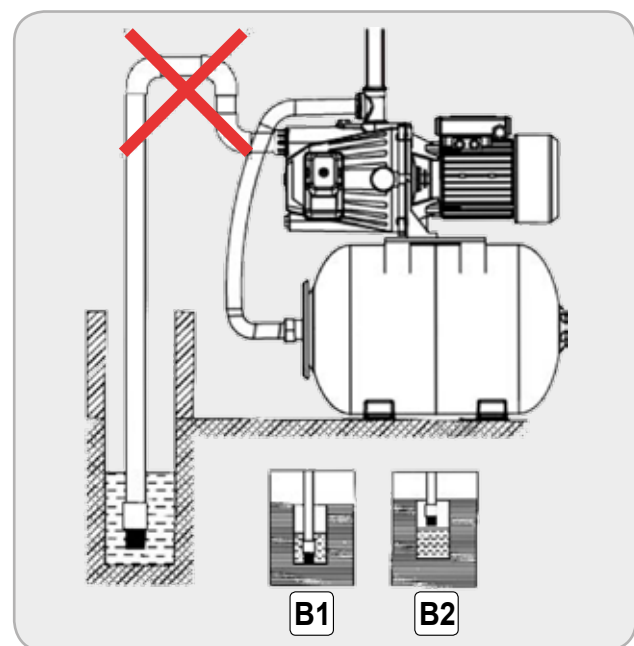

Fig.10
- **Incorectă** - vezi Fig.10.
Dacă hidroforul preia apa din puțuri sau bazine, trebuie să controlați scăderea nivelului apei în timpul funcționării. Dacă sorbul de admisie ajunge deasupra suprafeței apei (Fig.10 B2), hidroforul va funcționa în gol și trebuie oprit.